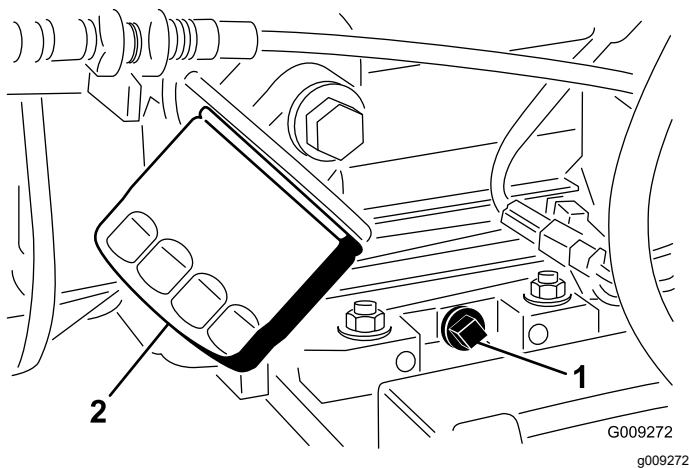

Figura 34
2. Coloque un recipiente grande debajo del tapón de vaciado de aceite (Figura 34).
3. Retire el tapón de vaciado y deje fluir el aceite a un recipiente apropiado (Figura 34).
5. Desmonte el filtro de aceite del adaptador del filtro (Figura 34).